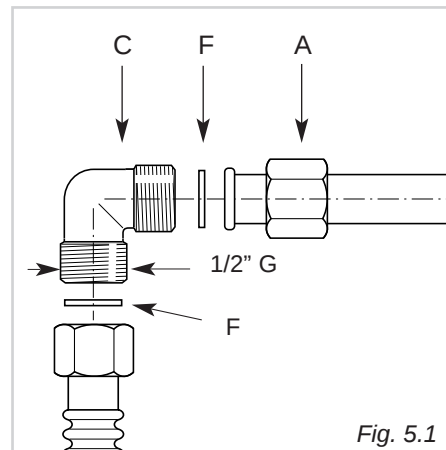

Fig. 5.1
El empalme de la placa de cocción (fig. 5.1) está compuesto por:
- ✓ Las guarniciones F (fig. 5.1) son elementos que garantizan la estanqueidad de la conexión del gas.